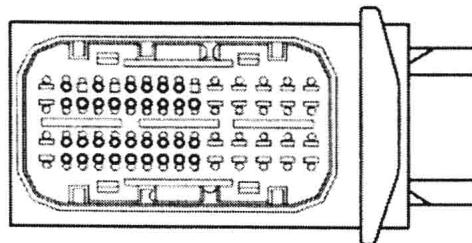

图 1-1-10 发动机控制模块 (ECM) A 连接器端子图
1. 发动机控制模块 (ECM) A 连接器端子图 (图 1-1-10) 及端子功能表 (表 1-1-1)